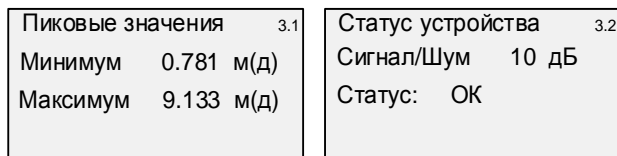

Рис. 5.15. Меню отображения пиковых значений расстояния и статуса устройства.
- отображение пиковых значений измерений уровня с момента последнего сброса (рисунок 5.15). Для сброса данных значений необходимо зажать и держать кнопку  в течение 10 секунд;
- отображение статуса устройства и соотношения сигнал/шум (рисунок 5.15);